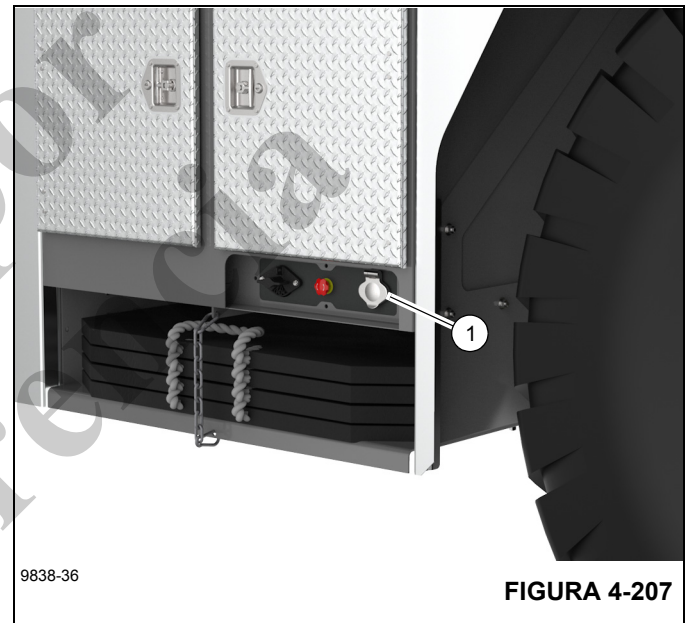

FIGURA 4-207
12. Coloque el interruptor de la batería (1, Figura 4-207) en la posición desconectada si la máquina estará inactiva por más de 24 horas.